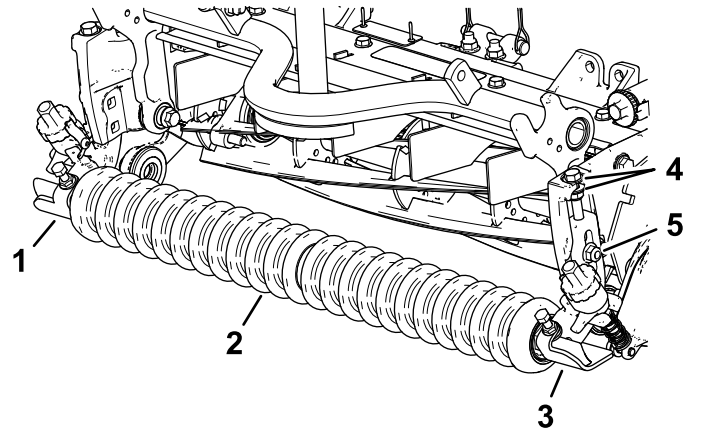

图 10
1. 使用之前卸下的托架螺栓将左、右剪草高度支架组件和前滚筒组件松松地安装到滚刀组侧板上图 10。